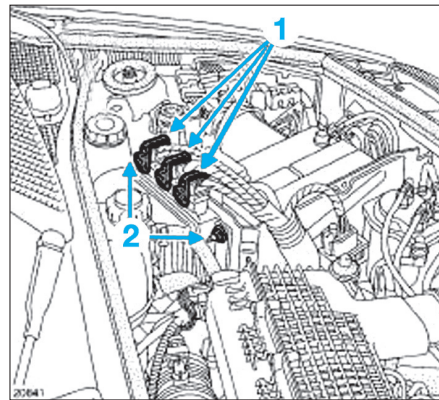

Fig. 36
- les connecteurs (1) du calculateur (Fig.36).